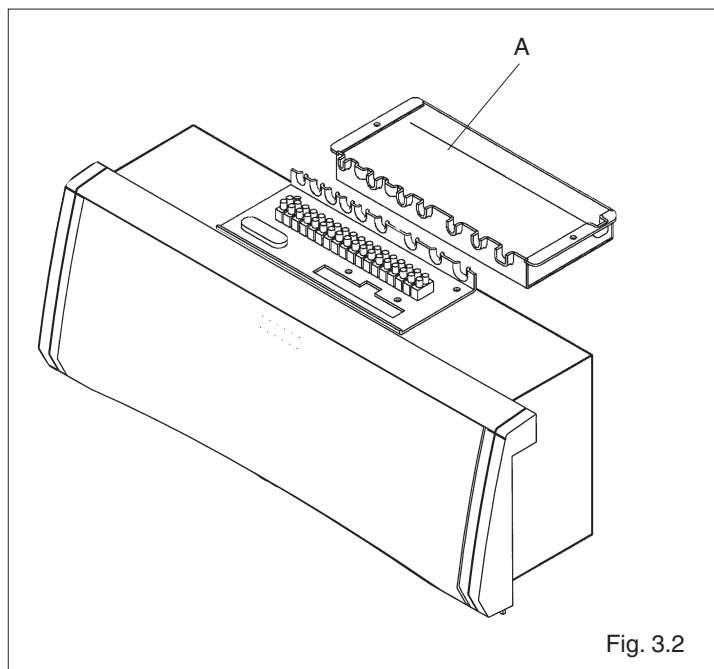

Fig. 3.2
- Togliere il coperchio di protezione (A) dalla carenatura svitando le due viti di fissaggio (fig. 3.2)
- si può quindi accedere ai morsetti effettuando i collegamenti elettrici (fig. 3.2)